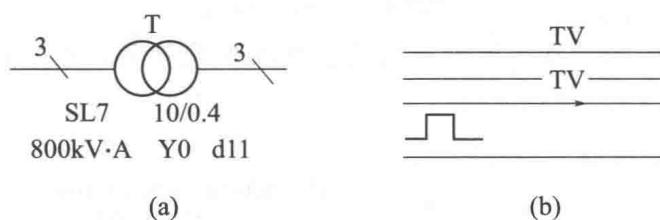

图 1-3 连接线标志示例
③ 连接线分组和标记。
- 标记。为了便于看出连接线的功能或去向，可在连线上方或连线中断处作信号名标记或其他标记，如图 1-3 所示。